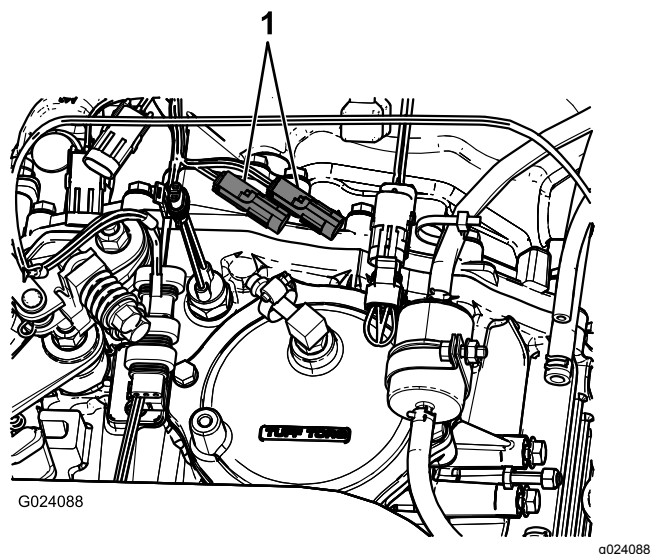

Figura 16
- Na transmissão da máquina, ligue o conector de 3 pinos da cablagem da máquina do sensor de velocidade ao conector de 3 tomadas da cablagem do pulverizador para o sensor de velocidade (Figura 16).